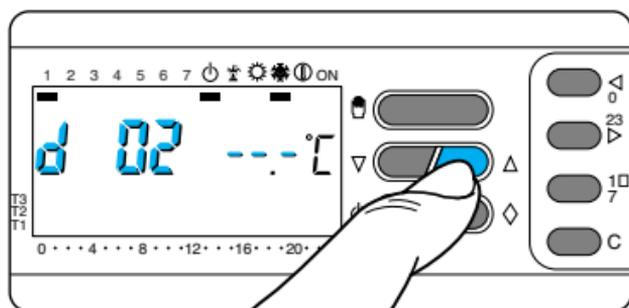

Fig. 72
13.8 - Premere il pulsante  oppure  sino a raggiungere il numero di giorni desiderato da 1 a 99 (fig. 72).